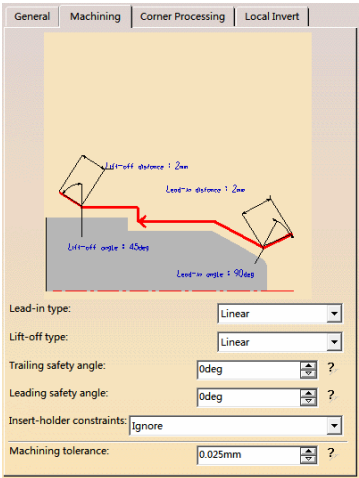

图 6-47 “Machining”选项卡（3）
- 单击“Machining”选项卡（3），设置切入/切出参数如图 6-47 所示。